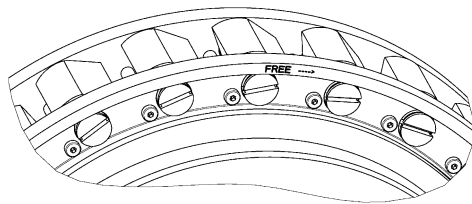

Abb. 5: Klemmkörper in „Eingriff“
- Innenring (2) inklusive Käfig (8) aus dem Außenring (1) heben, dazu geeignete Hebemittel an Hebegewinde des Innenringes anbringen
- Innenring inklusive Käfig (8) mit FREE nach UNTEN auf Montagetisch ablegen
- die Klemmkörper des Freilaufkäfigs mit einer Montagehilfe (O-Ring/ Kabelbinder) in Abhebestellung fixieren (siehe Abb. 5 und 6)
- die Klemmkörper des Freilaufkäfigs mit einem O-Ring/ Kabelbinder als Montagehilfe in Abhebestellung fixieren (siehe Abbildung 5 und 6)
- Innenring (2) mit Käfig (8) in Außenring (1) einsetzen bis die Hälfte des Klemmkörpers verdeckt wird
- Käfig (8) auf den Innenring (2) aufziehen und mit Sicherungsringen (3) axial fixieren